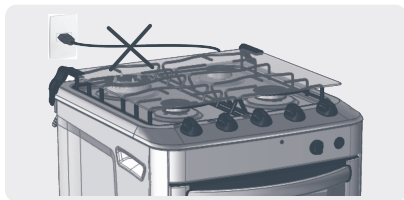

Fig. 11
- 1| Não deixe o cabo de alimentação passar por trás do fogão (**Fig.11**).